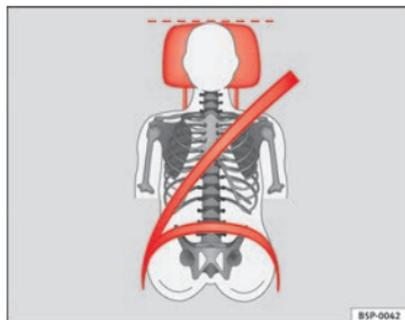
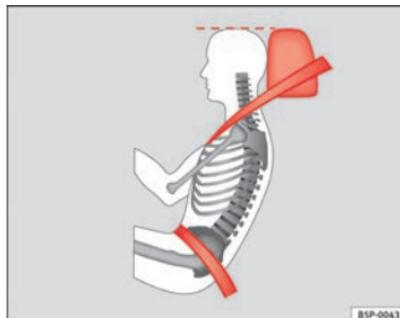

Fig. 71 Visto de frente: apoyacabezas y cinturón ajustados correctamente
Fig. 72 Visto de lado: apoyacabezas y cinturón ajustados correctamente
- Ajuste el apoyacabezas de modo que el borde superior del mismo quede a la misma altura que la parte superior de la cabeza, como mínimo a la altura de los ojos ⇒ fig. 71 y ⇒ fig. 72.